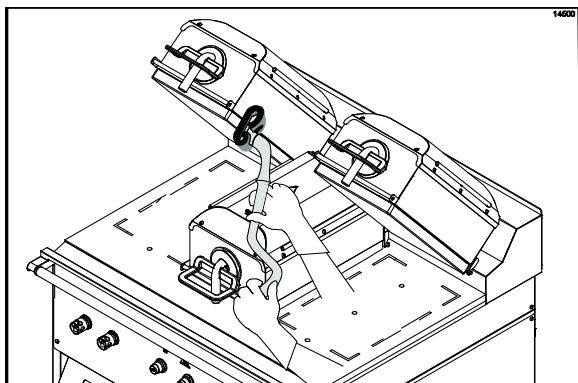

图 55
22. 在从右煎板到左煎板的内边缘上涂抹煎炉清洁剂。（请见图 55）